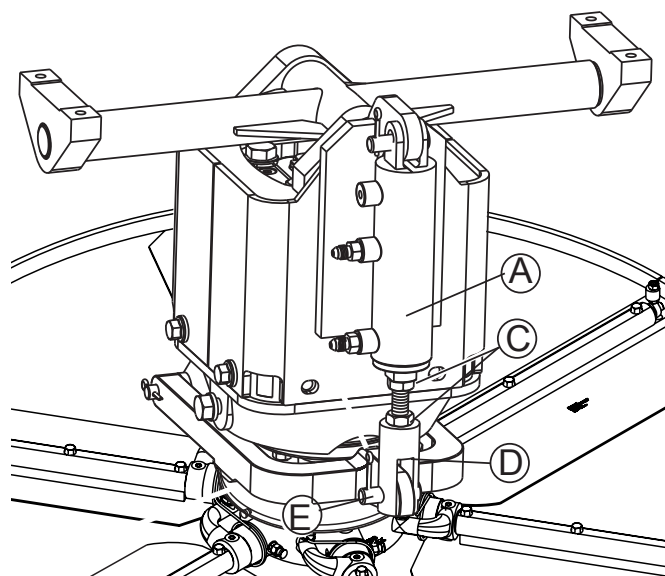

Figure 39. Réglage de la hauteur du bord d'attaque de la lame
3. Retirez l'axe de chape (Article E, Figure 39). Desserrez les écrous (Article C, Figure 39) et ajustez la chape (Article D, Figure 39) à la position du cylindre (Article A, Figure 39) pour augmenter ou réduire le pas selon les besoins.
4. Serrez les contre-écrous (Article C, Figure 39) et réinstallez l'axe de chape (Article E, Figure 39).